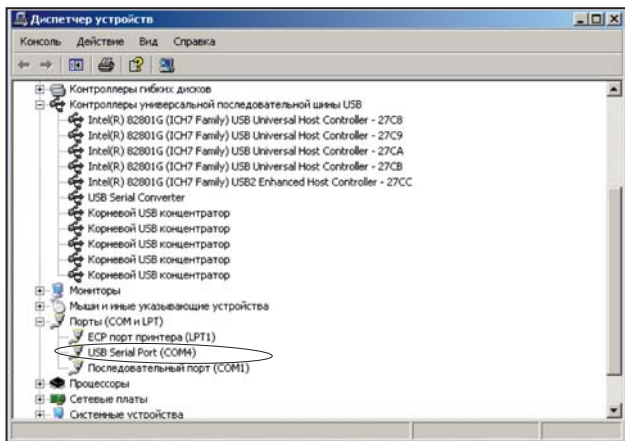

Рис. 3.15
9. Настройки адаптера можно посмотреть в Диспетчере устройств. (Пуск/ Панель управления/ Система/ Оборудование/ Диспетчер устройств). Рис. 3.15.